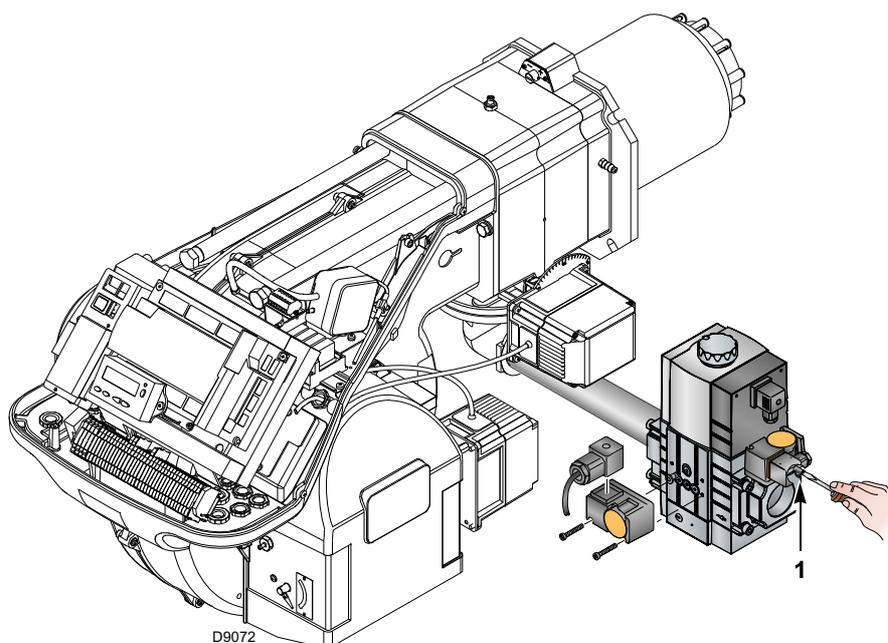

Fig. 28
- Controllare la pressione di alimentazione del gas collegando un manometro sulla presa di pressione 1)(Fig. 28) del pressostato gas di minima: deve essere inferiore alla pressione massima consentita della rampa gas, riportata nella targhetta delle caratteristiche.
- Sfiatare l'aria dalla tubazione della rampa gas, collegando un tubo in plastica sulla presa di pressione 1)(Fig. 28) del pressostato gas di minima. Portare all'esterno dell'edificio il tubo di sfiato, fino ad avvertire l'odore del gas.